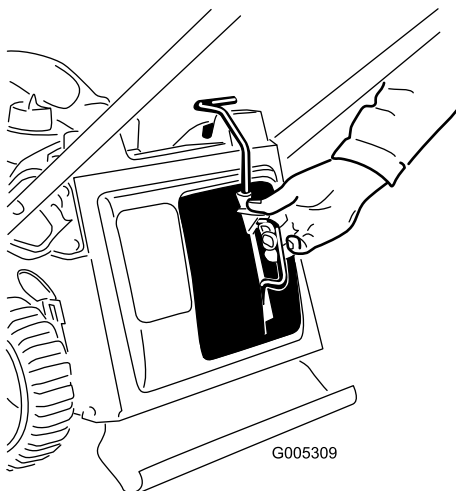

Bild 30
3. Setzen Sie den Mulchverschluss ein (Bild 30).